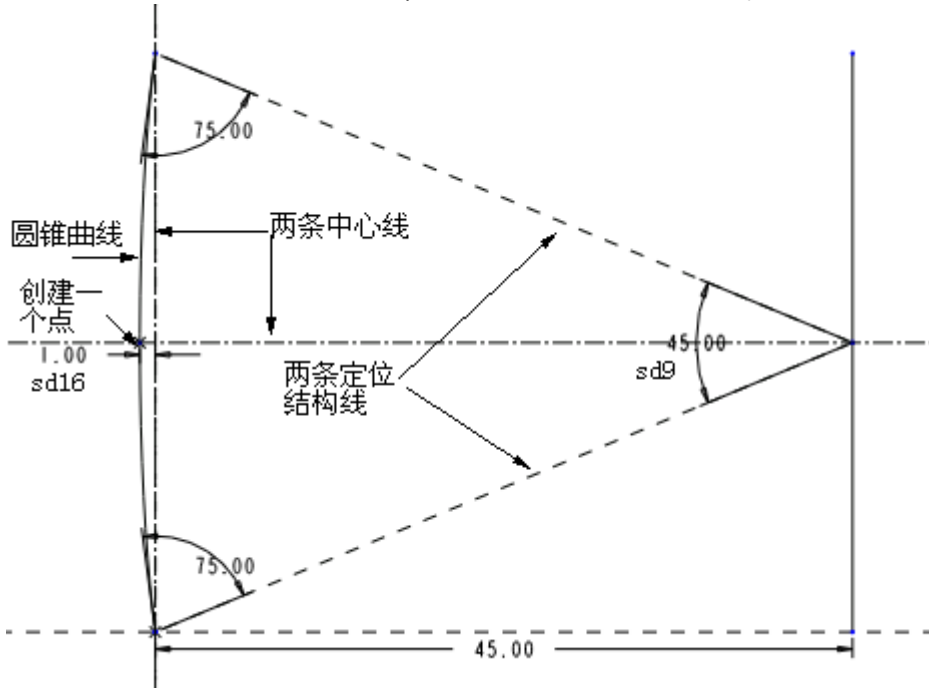

图 44-4
- (1) 单击特征工具栏中的 ，打开【草绘的基准曲线】对话框。
- (2) 选择 FRONT 基准平面为草绘平面，绘制如图 44-4 所示的草图。